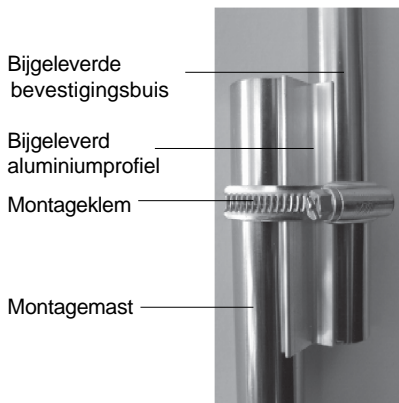

Afbeelding 1
- Sluit de behuizing van de combisensor; schuif de afdekking naar boven en vergrendel de afdekking door naar rechts te draaien (tegenovergestelde richting van afbeelding 1).